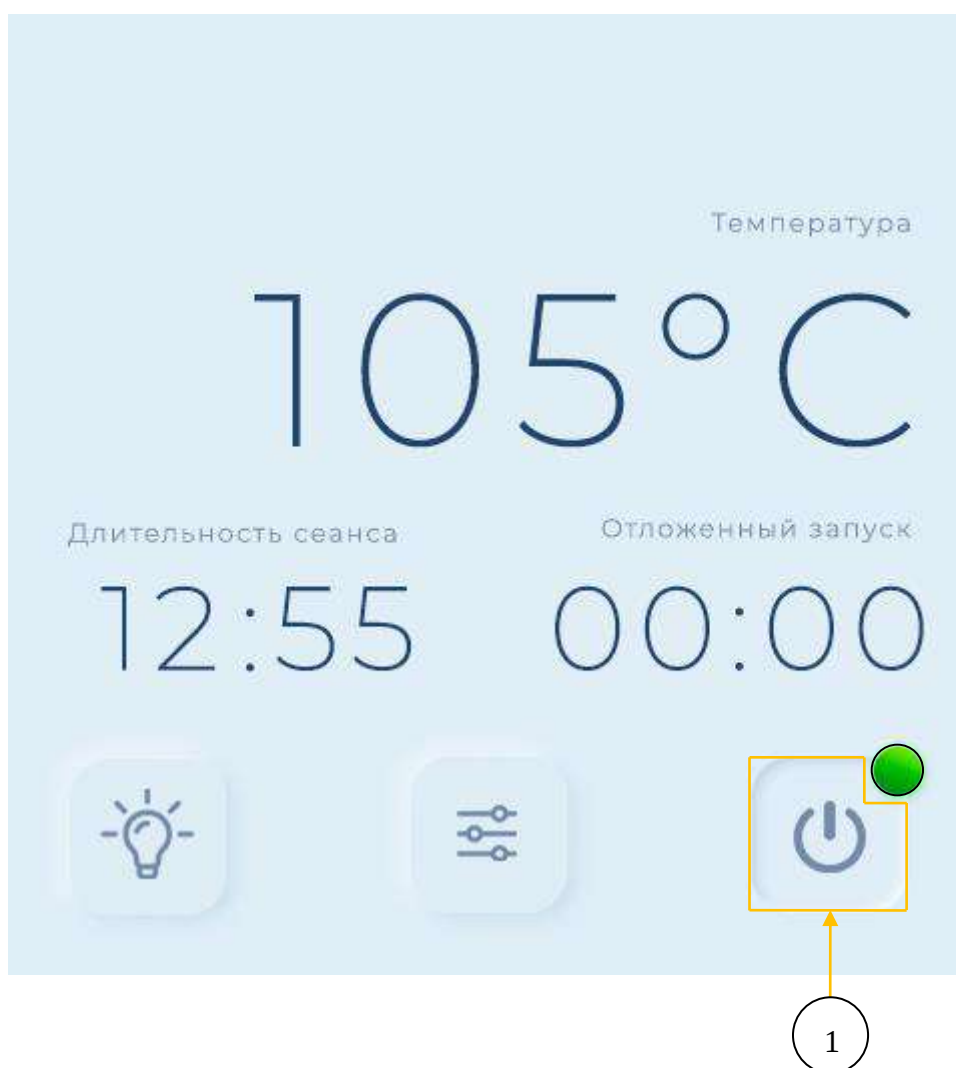

Рис. 48.: Взаимное расположение элементов интерфейса “Главной” страницы в “рабочем” режиме.
- (Рис. 48.: Взаимное расположение элементов интерфейса “Главной” страницы в “рабочем” режиме.).